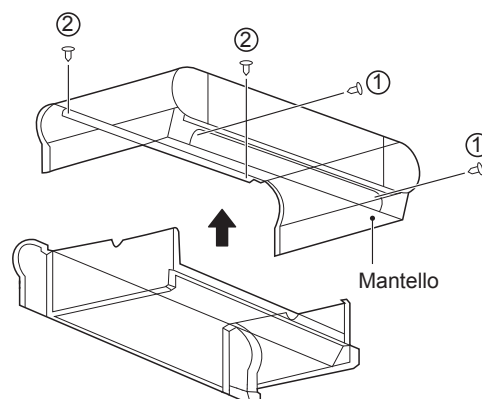
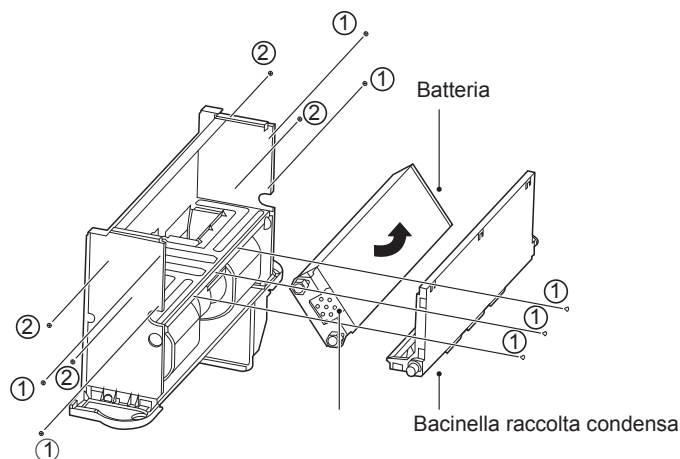

Fig. 5-17 Rimozione del mantello
Fig 5-18
Come mostrato nella Fig 5-17, rimuovere le viti ① * 2 e ② * 2 e quindi l'involucro. Come mostrato nella Fig. 5-18, rimuovere le viti ① * 7 per estrarre la vaschetta di raccolta condensa.
Ruotare la batteria nella direzione mostrata nella Fig. 5-18.